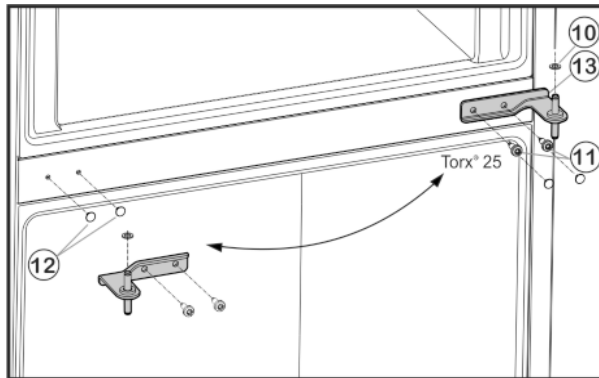

Fig. 6
- ▶ Uzmanīgi noņemiet pārsegu Fig. 6 (12) un atkal uzlieciet pretējā pusē.